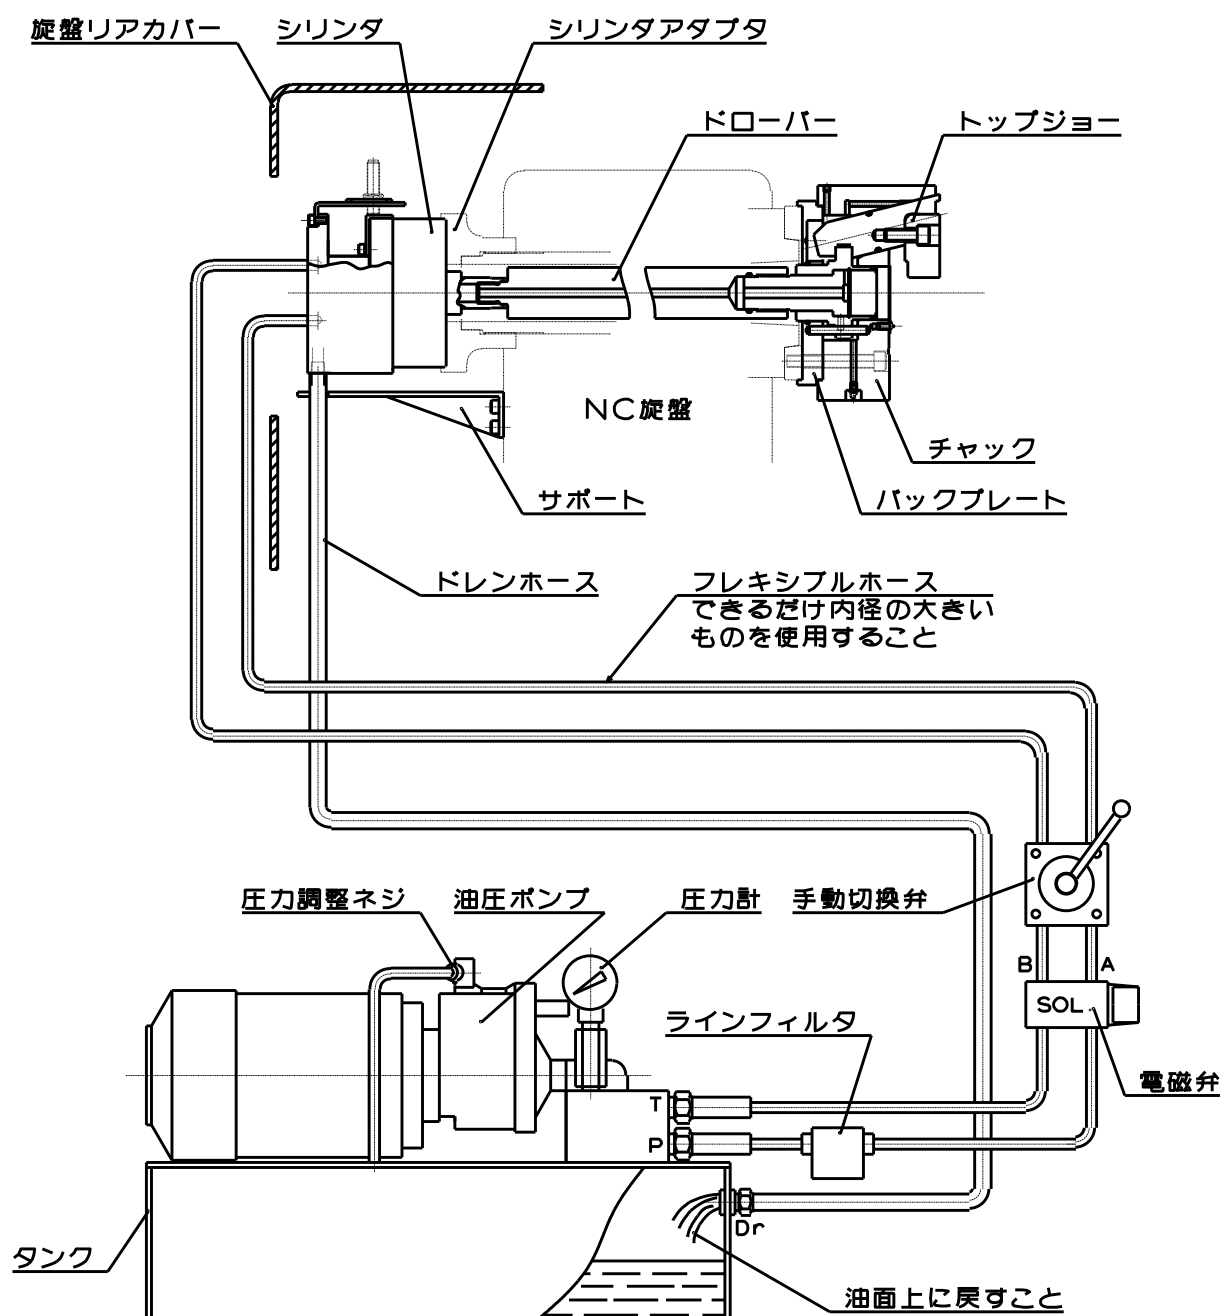

図 10
- ドレンは必ず油圧ユニットの油面上に戻すこと。(図 10 参照)
- ドレンホースは、油圧ユニットの油面上に戻してください(図 10)。弁ブロック等のTポートに接合すると背圧がかかりシリンダのオイルシールが破損します。